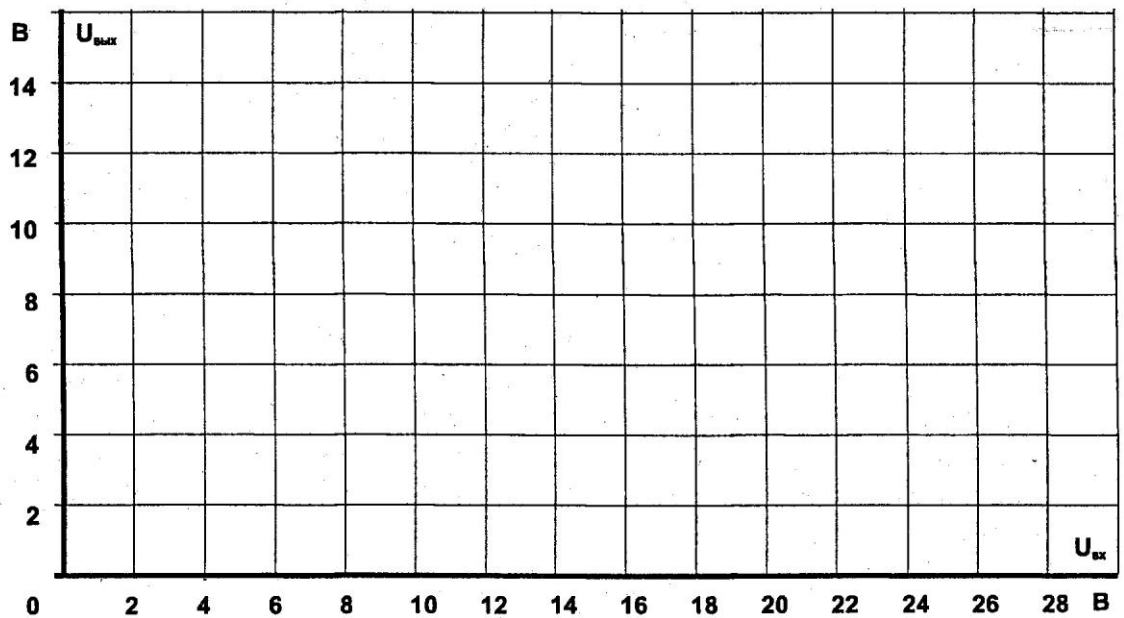

Рис. 5.6.2
- На графике (рис. 5.6.2) постройте кривую зависимости выходного напряжения от напряжения на входе регулятора $U_{\text{вых}} = f(U_{\text{вх}})$.